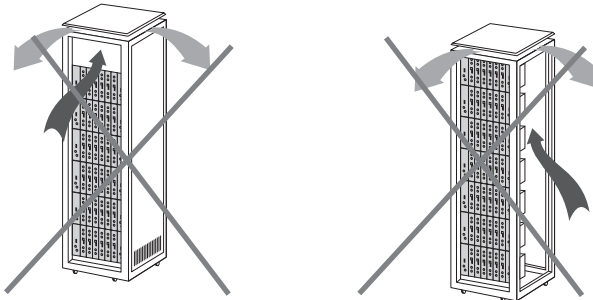

Abbildung 5
- In den Fällen dass das Rack nicht vollständig ist, müssen die Subracks von oben bis unten angebracht werden ohne dazwischen Lücken frei zu lassen, Abb. 5